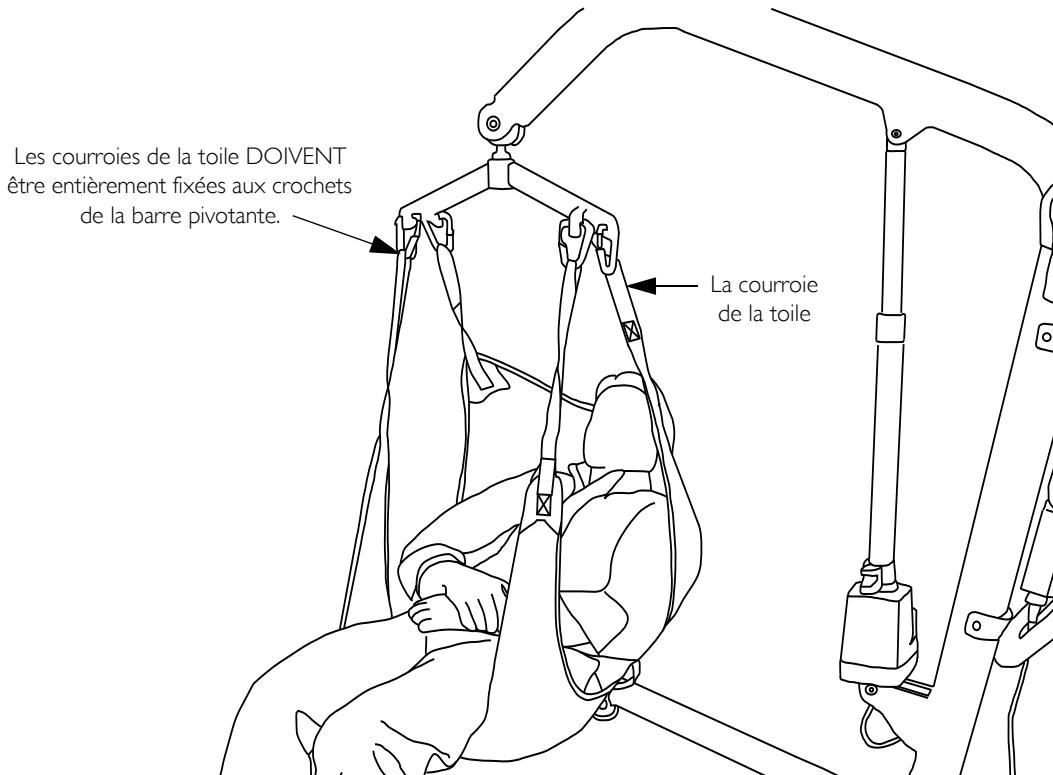

FIGURE 4.2 La fixation d'une toile à la barre pivotante
REMARQUE: Pour cette procédure, se référer à la FIGURE 4.2 on page 49.
2. Faites correspondre les couleurs de chaque côté de la toile pour un soulèvement uniforme du patient, consultez FIGURE 4.2.